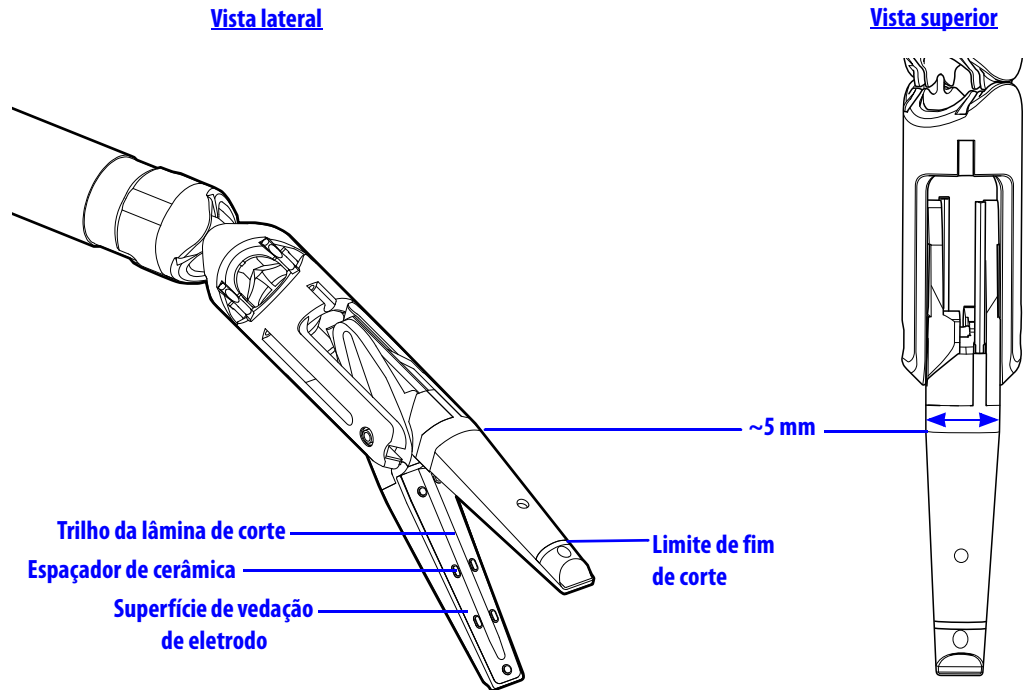

Figura 2.7 Mandíbula e superfície do eletrodo, vista lateral (esquerda) e vista superior (direita)
As linhas brancas na ponta do instrumento indicam o limite de fim de corte (transecção), e a superfície lisa de eletrodo indica o limite de vedação (Figura 2.7). A largura da mandíbula pode ser usada para estimar o tamanho do vaso. Como referência, a largura da mandíbula no local mostrado na Figura 2.7 é de aproximadamente 5 mm de comprimento.
1. Posicione a mandíbula do instrumento em torno do tecido-alvo. Certifique-se de que a mandíbula não esteja em contato com tecidos que não sejam o alvo e que o tecido-alvo esteja dentro da superfície de vedação de eletrodo e limite de fim de corte (consulte a Figura 2.7).
1. Feche o controle manual para segurar apenas o tecido-alvo. A largura da mandíbula pode ser usada para estimar o tamanho do vaso. Como referência, a largura da mandíbula no local mostrado na Figura 2.7 é de aproximadamente 5 mm de comprimento.